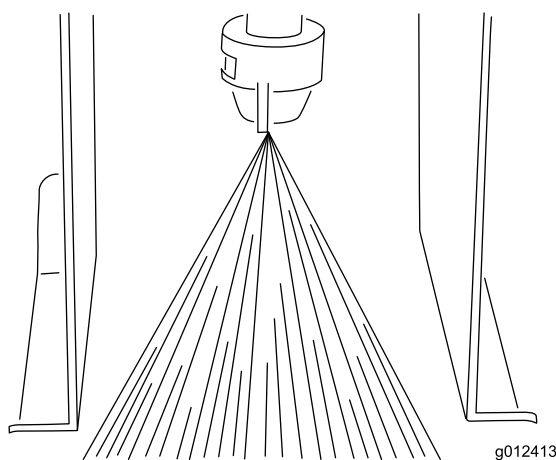

Figura 25
5. Eleve o baje el tubo de la boquilla hasta que la pulverización de pintura emerja justo por debajo de las pantallas (Figura 25).